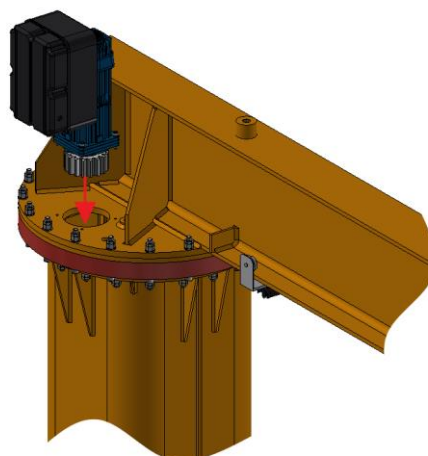

Abb. 35
11. Den Getriebemotor montieren (Schmierung der Ritzelzähne überprüfen), ihn dazu im vorgesehenen Sitz platzieren und sicherstellen, dass er richtig einrastet (Abb. 35). Sollte dieser Vorgang durch die nicht einwandfreie Ausrichtung der Verzahnung von Ritzel und Drehkranz erschwert werden, muss der Ausleger leicht gedreht werden, bis die Verzahnung einrastet.